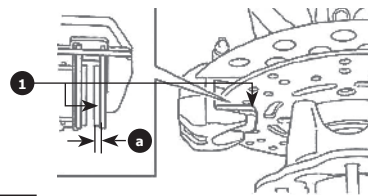

Рис. 81
Проверьте тормозные колодки на наличие повреждения и износа. Если толщина ❶ **Рис. 81** тормозных колодок ❶ **a** меньше 1 мм, необходимо обратиться к Уполномоченному дилеру для замены комплекта тормозных колодок.